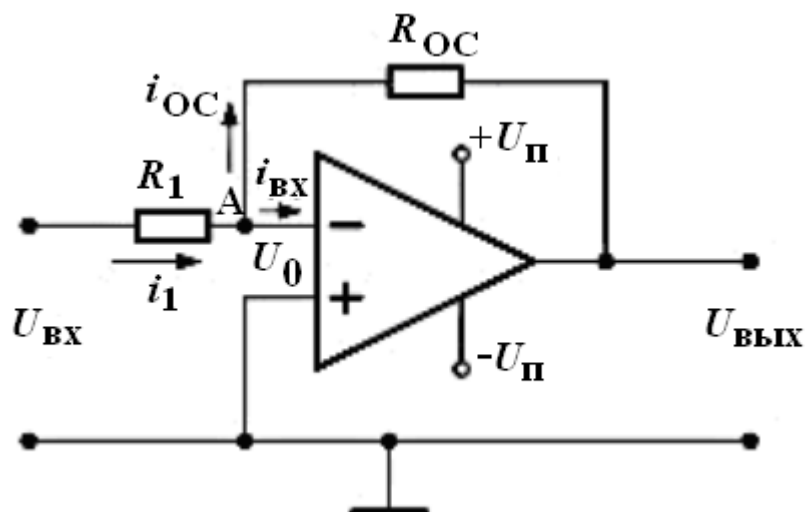

Рис. 6.22. Схема инвертирующего усилителя на ОУ
**Инвертирующий усилитель** представляет собой ОУ, охваченный цепью параллельной ООС по напряжению (рис. 6.22), которая осуществляется резистором обратной связи  $R_{\text{ОС}}$ . Коэффициент усиления усилителя с ОС задается делителем напряжения  $R_{\text{ОС}}$  и  $R_1$ . Усилитель способен усиливать сигналы как переменного, так и постоянного тока. На рис. 6.22 к инверсному входу ОУ через входной резистор  $R_1$  приложено положительное напряжение  $E_{\text{вх}}$ . Напряжение между входами ( $U_+$ ) и ( $U_-$ ) практически равно  $U_0 \approx 0$ . Поэтому неинверсный входной зажим также находится под нулевым потенциалом.